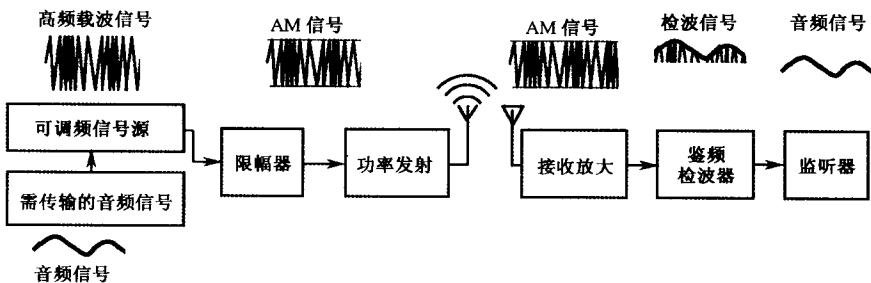

图 1-8 FM 波信号的产生、发射、接收、检波框图与波形
(2) FM 波 FM 波信号的产生，是将需传输的音频信号送入可调频高频信号源，进行音频信号对高频载频信号的频率调制而产生 FM 波传输信号，然后通过限幅、功率发射环节由发射天线发射出去；接收机将通过接收天线接收到的 FM 波传输信号放大后送入鉴频器（比例检波器）进行解调检波，最后在监听器中获得复原后的音频信号，如图 1-8 所示。